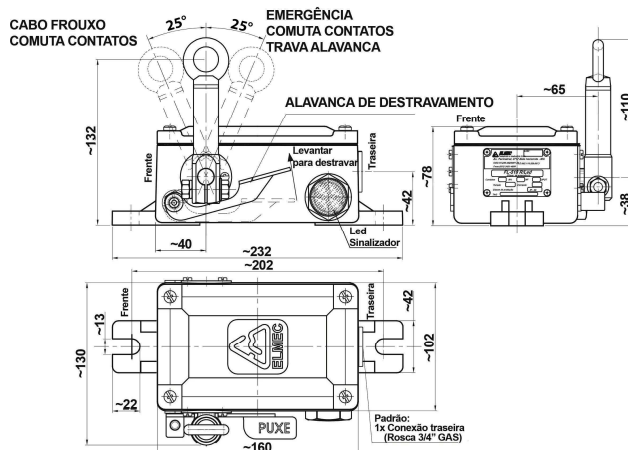

Fig 3 - Fixação do cabo na chave
- As chaves de emergência FA/FL-518 R/XA devem ser instaladas nos lados da correia onde houver possibilidade de trânsito de pessoas. Devem ser colocadas de forma a permitir o livre acesso a toda a extensão do cabo de aço acionador. O cabo deverá correr livremente em seus suportes, ser preso em um ponto fixo e esticado do outro lado até que a alavanca de acionamento fique perpendicular à carcaça da chave. Prenda o cabo de aço com o gancho conforme Fig. 3.